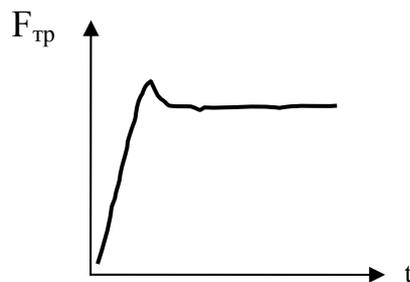

Рис.5
1. Откройте файл опыта «трение1» в виде графика (рис.5).